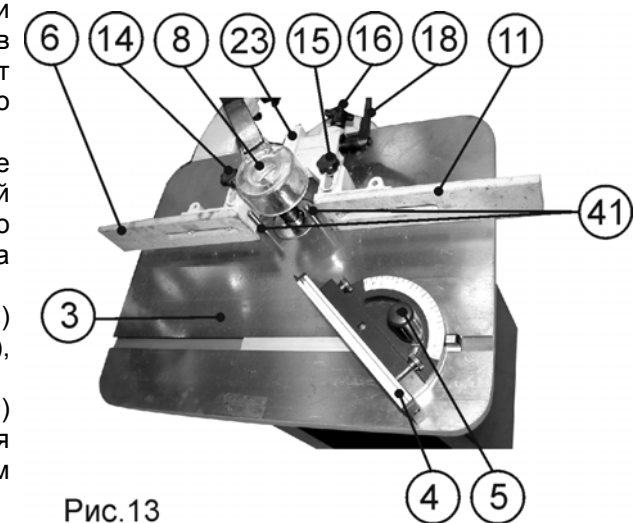

Рис.13
- 10.3.4. Подавайте заготовку с равномерной скоростью. Любая остановка заготовки образует неровность или ступень на обрабатываемой поверхности заготовки. При фрезеровании верхняя часть фрезы, находящаяся выше заготовки, в целях собственной безопасности должна закрываться защитным колпаком (8), Рис.13.
- 10.4.2. Для выполнения криволинейного фрезерования используются специальные приспособления – цулаги, упорные кольца и копировальные пальцы (41). При копировании заготовки по имеющемуся образцу или шаблону на рабочем столе (3) предусмотрена установка двух съёмных копировальных пальцев (41). Заготовку кладут на копир – шаблон, который имеет конфигурацию будущей детали, и зажимают. Кромку копира – шаблона обводят по копировальному пальцу (41), Рис.13. Фреза на заготовке повторяет конфигурацию копира – шаблона. Меняя шаблоны и режущий инструмент, можно получить различные изделия. Об изготовлении и методах работы с этими приспособлениями можно получить информацию в соответствующих учебных пособиях о работе с фрезерными деревообрабатывающими станками.
9.2.5. Фиксированное положение направляющих планок (6 и 11) определяет положение гаек фиксации (14 и 15), соответственно, Рис.13.
9.2.6. Перемещение передней направляющей планки (11) относительно задней направляющей планки (6) производится вращением винта перемещения (16) при не зафиксированном положении гайки фиксации (15) и ручки фиксации (18), Рис.13.
9.2.7. Перемещение обеих направляющих планок (6 и 11) без смещения относительно друг друга производится непосредственным перемещением стойки (23) при не зафиксированном положении гаек фиксации (14 и 15) и зафиксированном положении ручки фиксации (18), Рис.13.
10.1.2. При не работающем станке поместите заготовку на рабочий стол (3). Проверьте плавность движения и равномерность прилегания заготовки к рабочему столу (3) и направляющей планке (11), Рис. 13.
10.1.3. При выполнении фрезерной операции с применением направляющей скола (4), при не работающем станке проверьте равномерность прилегания заготовки к направляющей скола (4) и рабочему столу (3), а также плавность движения направляющей скола (4) и заготовки по рабочему столу (3), Рис. 13.